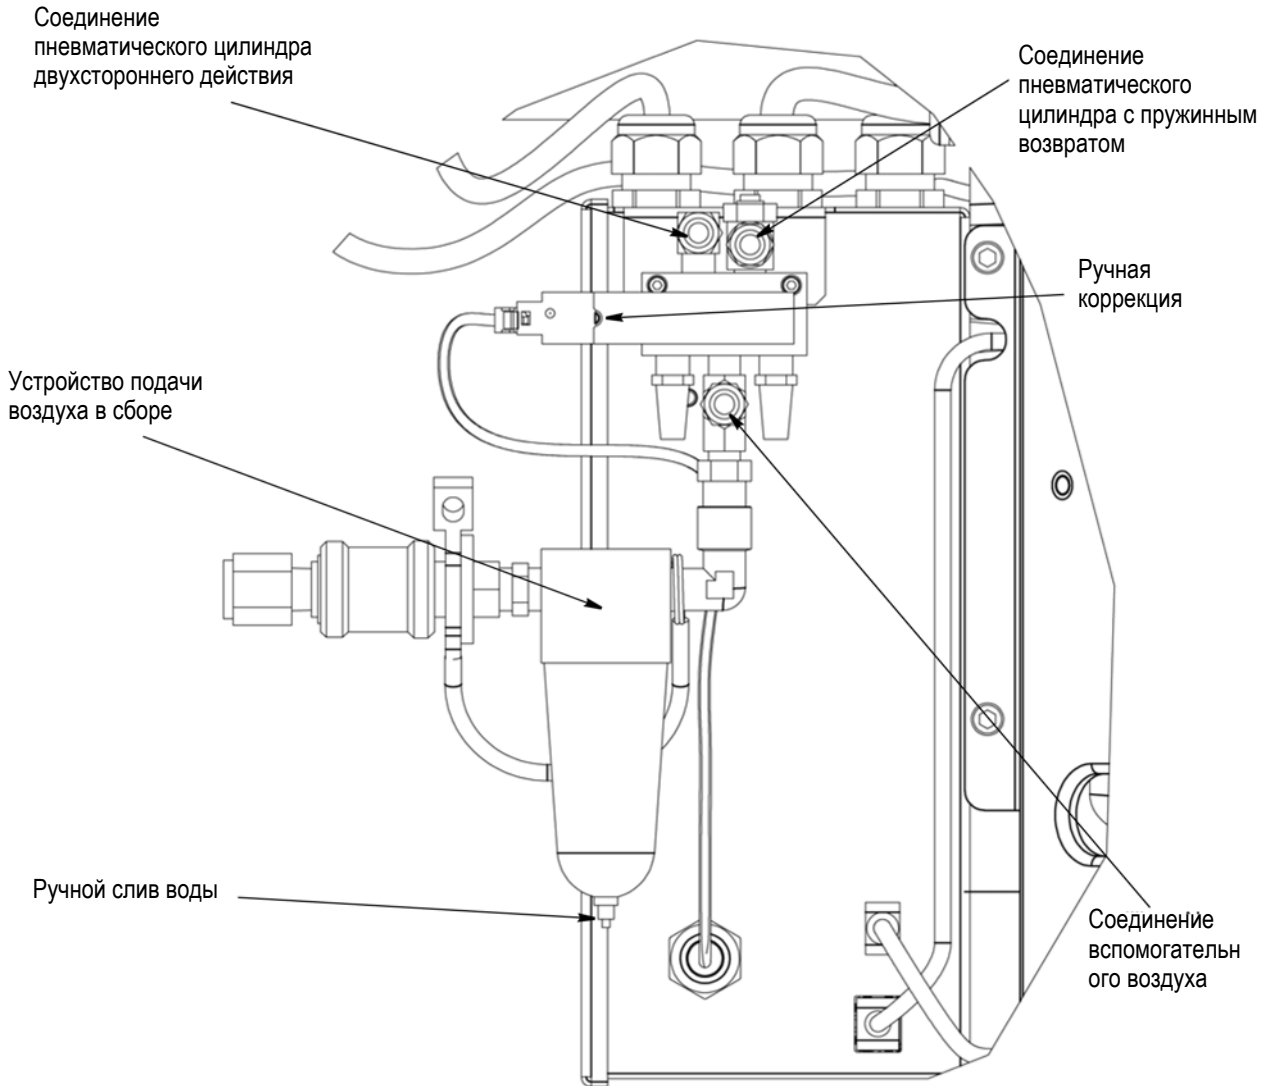

Рис. 15
Следуйте п. 2 «Процедура монтажа для использования заказчиком» на памятке 2161209, поставляемой с комплектом воздушной подачи 2161209-1 (Рис. 15).
12. Установите аппликатор с воздушной подачей на базовую плиту и подсоедините к применимым портам (рис. 15).
16. Для блокировки воздуха в выключенном положении выключите подачу воздуха и зафиксируйте блокиратор в положении, показанном на рис. 15. Зафиксируйте блокиратор замком (поставляется заказчиком).